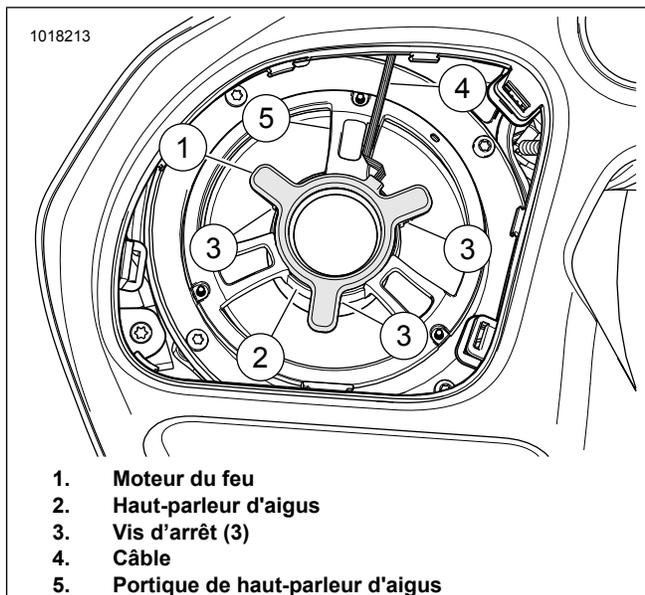

Figure 8. Haut-parleur de carénage gauche FLTR
Voir la figure 8. Se référer au manuel d'entretien. Déposer le carénage extérieur et les grilles de haut-parleur. Le haut-parleur peut rester dans le carénage pendant la pose du moteur du feu. Déposer les trois vis qui maintiennent le portique de haut-parleur d'aigus (5) sur le haut-parleur. Faire attention à ne pas endommager ou exercer de contrainte sur les fils de haut-parleur d'aigus. Conserver la visserie pour la pose.
- Orienter le moteur du feu de manière à ce que le câble (4) se trouve à proximité d'un montant sur le portique de haut-parleur d'aigus qui est près des fils de haut-parleur.
Voir la figure 8. Placer le moteur du feu (1) sur le haut-parleur d'aigus (2) comme illustré. Appuyer doucement sur le moteur du feu pour le mettre en place.